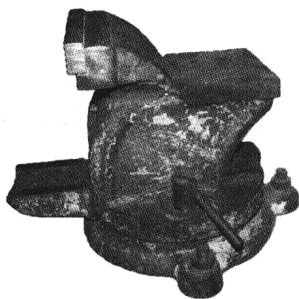

图 1-13 安装固定钳身
1) 将 固定钳身 7 置于 转盘座 6 上, 插入两个 手柄 4, 顺时针旋转, 固定 固定钳身 7, 如图 1-13 所示。